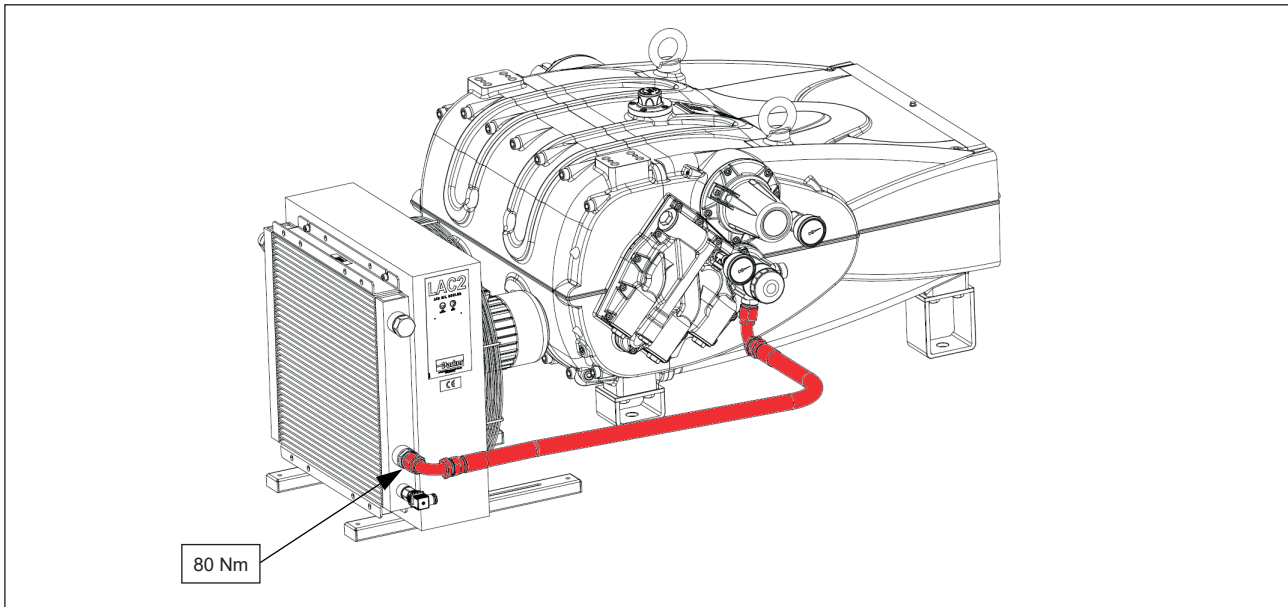

Abb. 15
2. Den ersten Schlauch über die 90°-Verschraubung an den unteren seitlichen Einlassstutzen am Wärmetauscher anschließen (siehe Abb. 15). Mit Anzugsmoment 80 Nm festziehen.